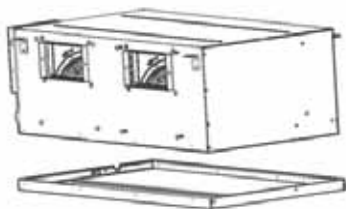

Рис. 10.11
5. Подключите провода и аккуратно их уложите. (Рис. 10.11).